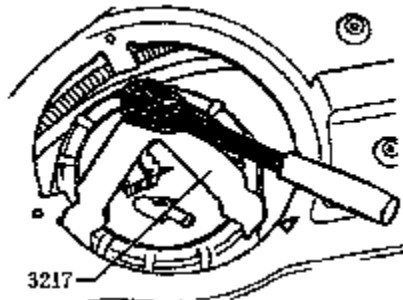
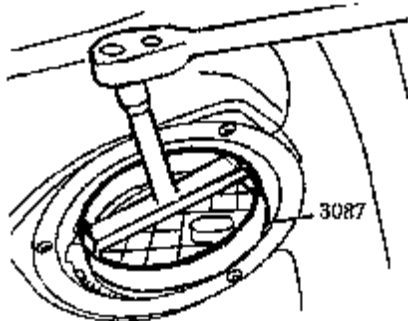

图 4-180 拆卸管接螺母
图 4-181 拆卸锁紧环
(4) 若测试灯不亮, 按电路图查找并排除断路故障。若测试灯亮, 说明输入电压正常。
(5) 对于前轮驱动轿车, 用 3217 拆卸管接螺母, 如图 4-180 所示。对于四轮驱动轿车, 用 3087 拆卸锁紧环, 如图 4-181 所示。